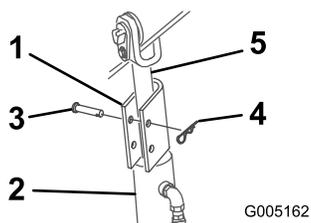

Рисунок 20
4. Поместите на шток каждого гидроцилиндра подъема (Рисунок 20) замок гидроцилиндра кронштейна погрузчика..
5. Закрепите каждый замок гидроцилиндра кронштейна погрузчика посредством штифта с головкой и шплинта (Рисунок 20).